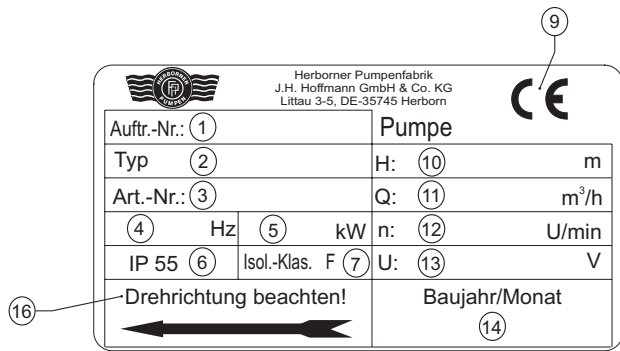

Bild 2a Typskylt (standard)
**Förklaringar till bild 2a och 2b**